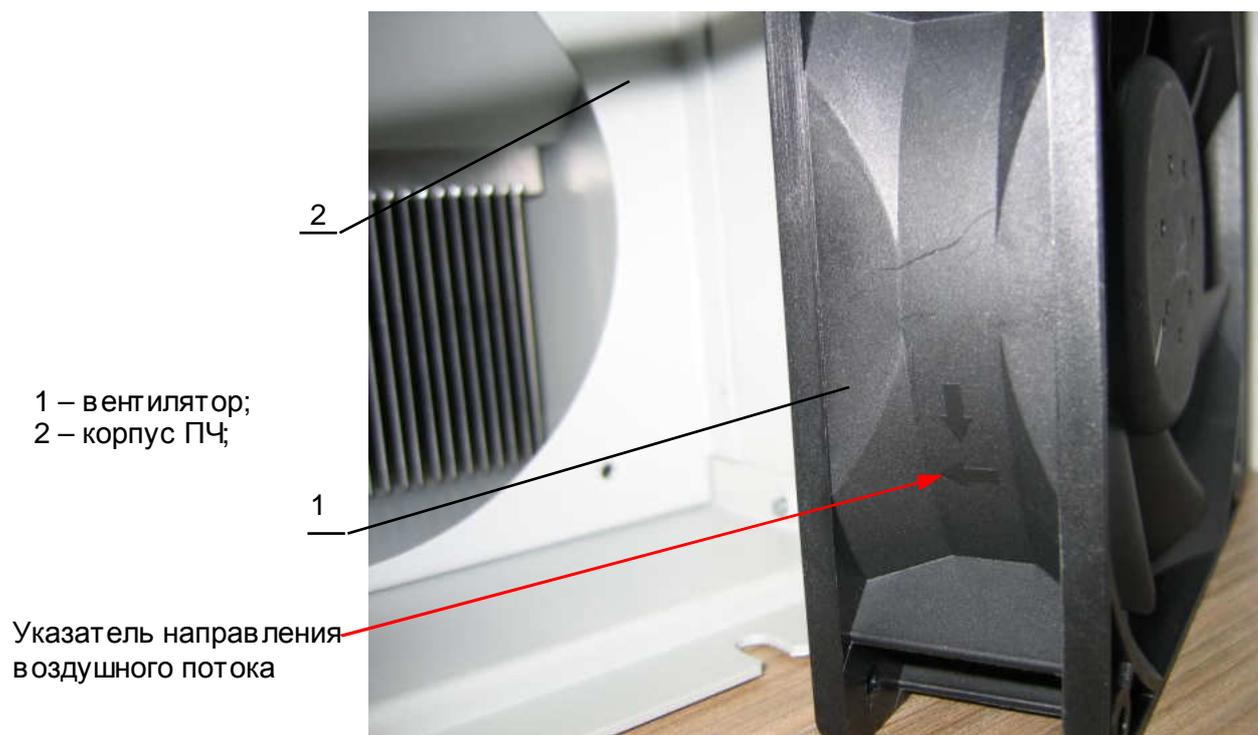

Рис.7.35
7.12.1. Расположить вентилятор (1) таким образом, чтобы стрелка-указатель направления воздушного потока была направлена внутрь корпуса ПЧ (2) (рис.7.35).